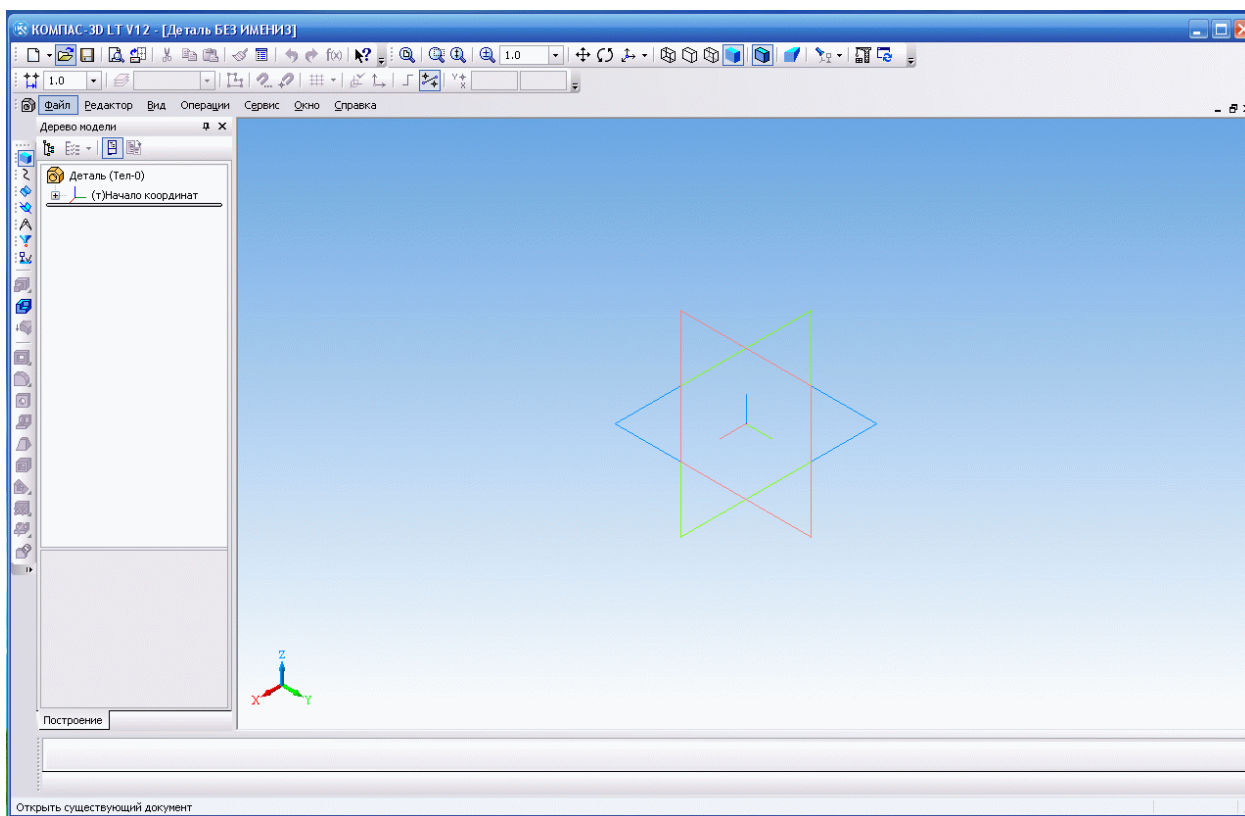

Рис. 4. Элементы интерфейса при создании детали
1. Откроем в системе новый для себя вид документа **Деталь**. Открывшееся программное окно (рис. 4) содержит некоторые пока неизвестные для нас элементы интерфейса.
Обратите внимание на три взаимно перпендикулярные *координатные плоскости* в пространстве, относительно которых будут производиться все последующие построения. Для управления выбором координатных плоскостей и ведения журнала всех действий по созданию модели предусмотрено **Дерево построения** (важнейший элемент интерфейса), который располагается в левой части программного окна. Дерево построения отображает в графическом виде последовательность создания элементов, из которых формируется деталь. Пока еще никаких элементов детали не создано, то информация в Дереве построения минимальна – только имя детали (по умолчанию просто «Деталь») и значок начала координат (см. рис. 4).